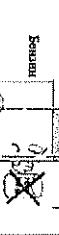

Рис. 14-1
3. Переведите рычаг обогрева в положение запуска двигателя ("Starting") (Рис. 14-1)